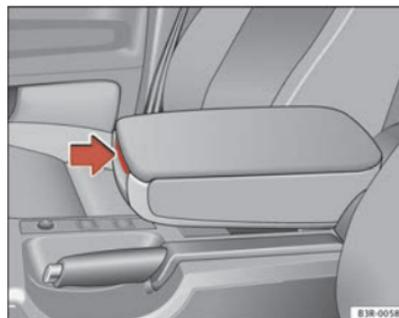

Fig. 114 Bracciolo tra il sedile del conducente e quello del passeggero
- Premere la leva di sbloccaggio ⇒ pag. 146, fig. 114.